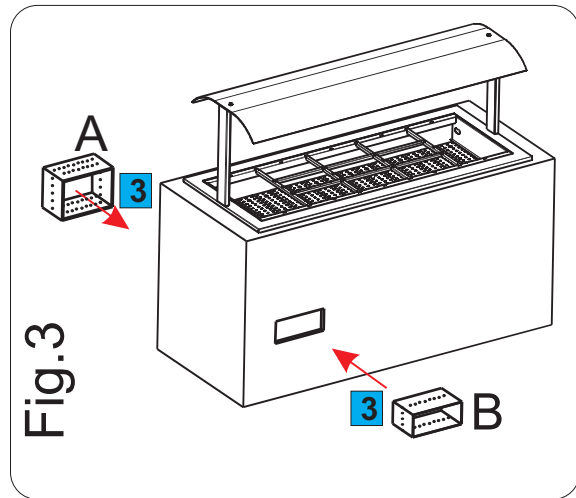

Fig.3
2. CREATE TWO CONVEYORS (A) and (B) BETWEEN THE DROP-IN AND THE STRUCTUR / FURNITURE FOR PROPER AIR CIRCULATION. SEE ALSO FIG 3 AND 4.
- 2- Bauen Sie 2 Konveyors (A) und (B) zwischen der Einbauwanne und der Moebelstruktur fuer eine korrekte Luftzirkulation siehe auch Abbildung 3, 4
- 2- CRÉER DEUX CONVOYEURS (A) ET (B) ENTRE LA MACHINE ET LE MEUBLE "CONTENEUR" POUR UNE CIRCULATION CONVENABLE DE L'AIR. VOIR AUSSI DESSIN 3, 4.